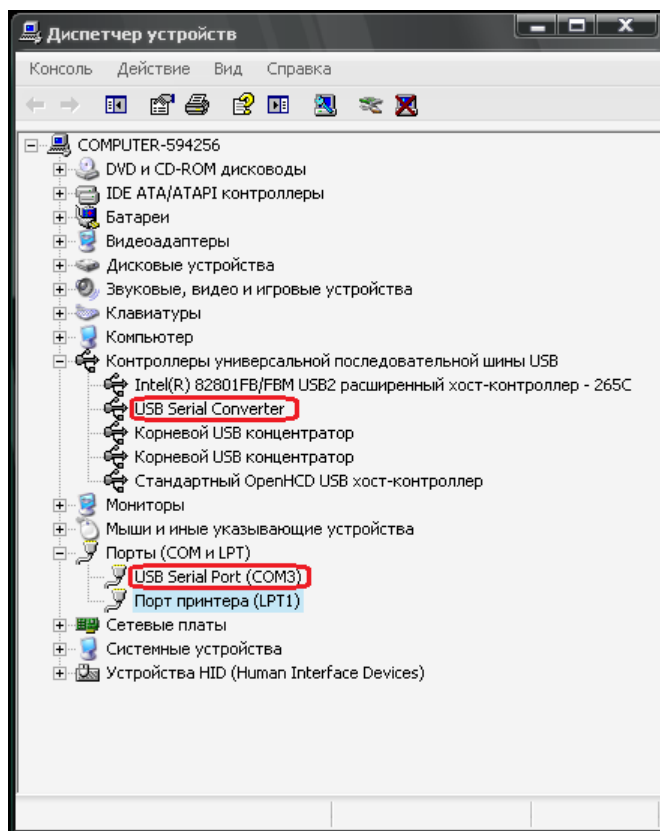

Рис.21
*Примечание: В случае наличия в списке доступных портов нескольких вариантов необходимо в программе "Диспетчер устройств" открыть пункт "Порты (COM и LPT)", найти запись, аналогичную приведённой на рис.21. Номер COM-порта находится в скобках после слова "COM".*